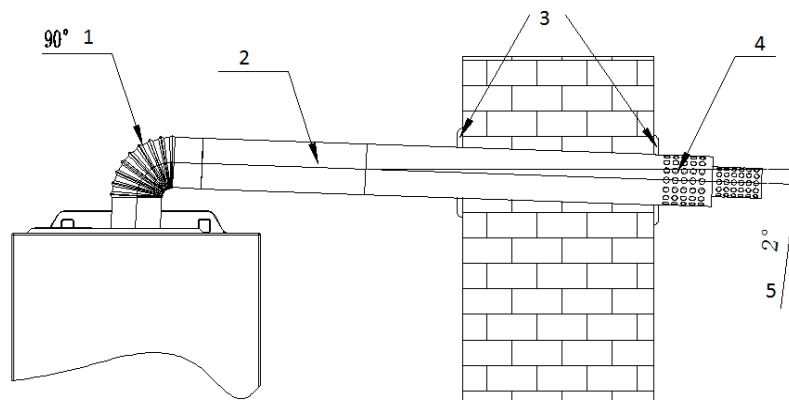

Рис. 15
В зависимости от фактического места установки котла можно столкнуться с ситуацией, когда длины трубы дымоотвода будет недостаточно для монтажа, или же необходим дополнительный поворот на 90°, тогда возможно, основываясь на фактической потребности, заказать удлинение трубы или дополнительные отводы 90°, смотри рис. 15.
**ВНИМАНИЕ:** Общая составная длина (с учетом возможных поворотов на 90°) прямой трубы коаксиального дымо-/воздуховода (считая сразу же от отвода 90° после выхода из котла) **не должна превышать 3 м (см. рис. 15)**, при этом каждый дополнительный отвод 90° равнозначен увеличению длины трубы коаксиального дымо-/воздуховода на 1 м.
Раздельная система дымоходов и воздуховодов диаметром 80мм часто применяется в случаях монтажа, когда невозможно использование коаксиальной системы дымо-/воздуховода типа «труба в трубе» из-за превышения максимально допустимой длины, или при поквартирном отоплении многоквартирных домов в случае необходимости подсоединения к различным вертикальным коллективным (идущим через несколько этажей) каналам дымохода и воздухозабора (см. схемы на рис. 15а).
**ВНИМАНИЕ:** Общая составная длина (с учетом возможных поворотов на 90° и 45°) труб дымохода и воздуховода (считая сразу же от отвода 90° после выхода из котла) **не должна превышать максимальных расстояний, указанных на рис. 15а**, при этом каждый дополнительный отвод 90° равнозначен увеличению длины трубы дымохода или воздуховода на 1 м, а каждый дополнительный отвод 45° равнозначен увеличению длины трубы дымохода или воздуховода на 0,5 м.
Обзор возможных вариантов подключения котла к различным исполнениям и типам дымо-/воздуховодных систем приведен на рис.15а.
Рис. 15а.